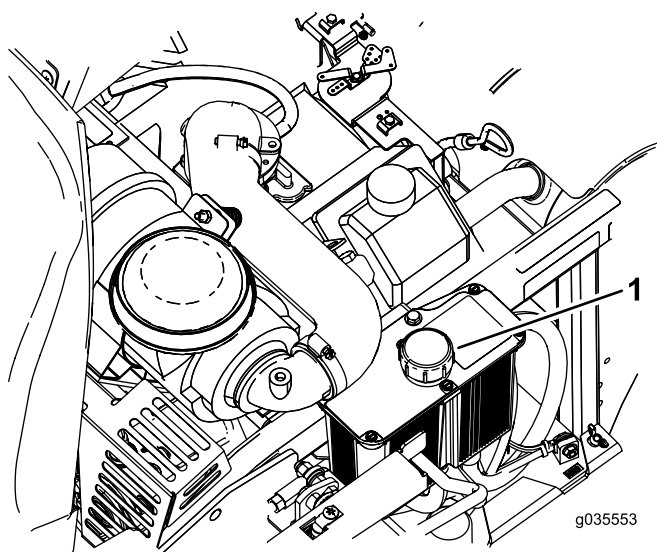

Figura 67
6. Limpie la zona alrededor de la varilla del depósito de sistema hidráulico (Figura 67).
7. Retire la varilla del depósito del sistema hidráulico (Figura 67).